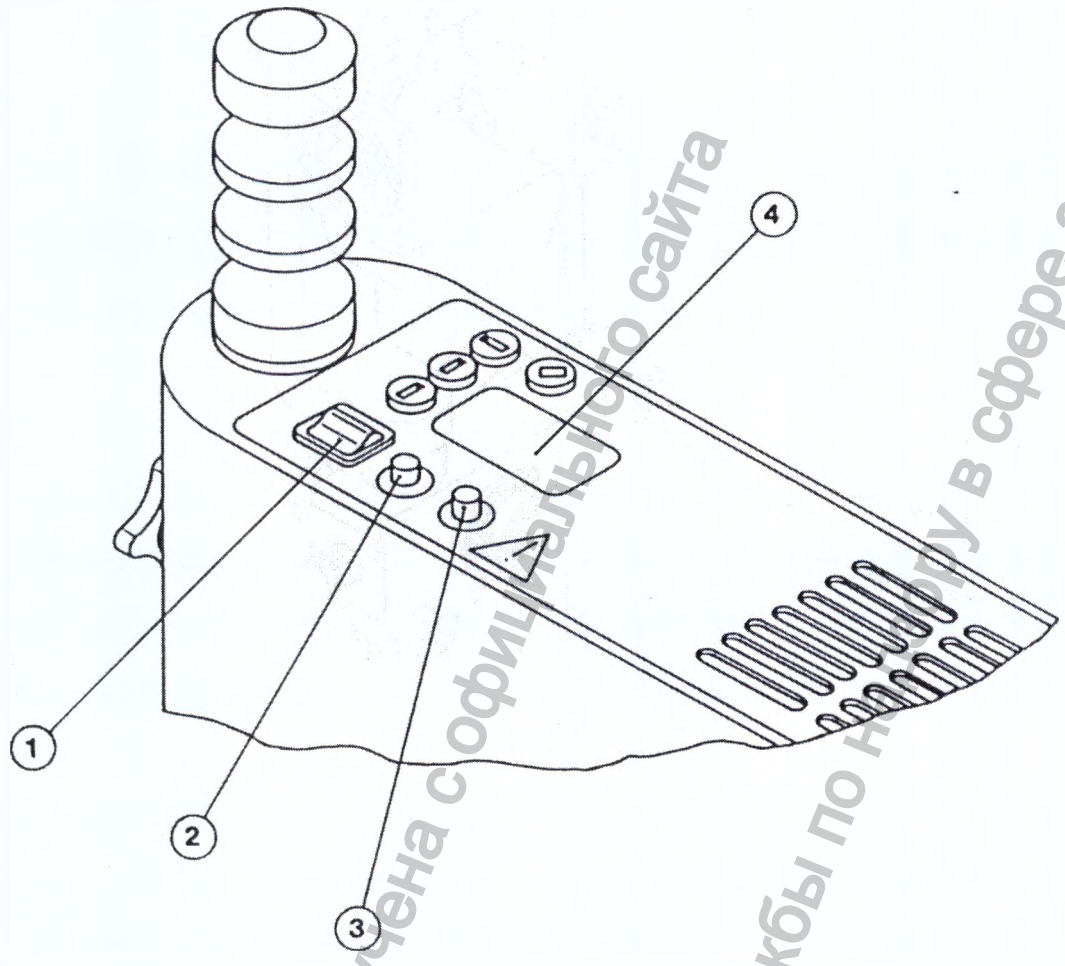

Рис.6.
7.0 Инструкция по эксплуатации (Рис. 6) (Рис. 7).
7.1 Переключатель ON/OFF - включено / выключено (Рис. 6)
- Переключатель ON/OFF (1) расположен на верхней стороне поворотного рукава. После того, как устройство включено, зеленый сигнал диода (2) показывает готовность микроскопа к работе. Загорается ксеноновая лампа, и включается вентилятор.
7.3 Переключатель Лампа I / Лампа II (Рис.6)
- В том случае, если лампа I перегорела, потяните за ручку (1) до упора, тем самым вы приведете запасную лампу в рабочее положение.
- Переключитесь на запасную лампу II с помощью переключателя (2), см символ (3).